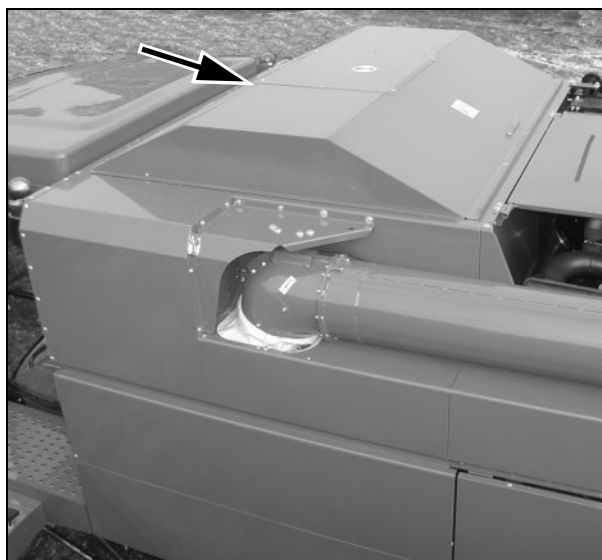
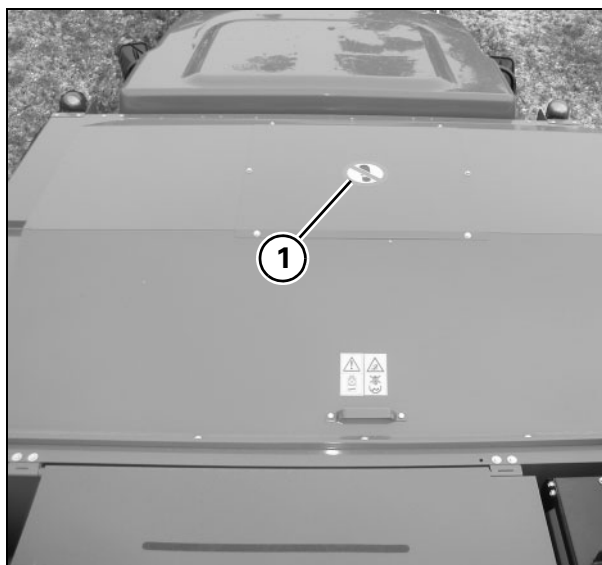

Рис. 78
Рис. 79
Рис. 78 и Рис. 79
**ОПАСНО:** Не разрешается движение по дорогам общественного пользования с поднятой крышкой зернового бункера (Рис. 78).